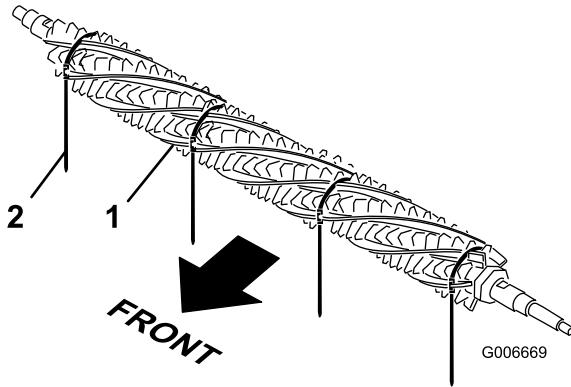

Figura 38
- Da un lato del cilindro grooming, fate scorrere una spazzola in ogni scanalatura sull'intera lunghezza del cilindro grooming stesso (Figura 38).